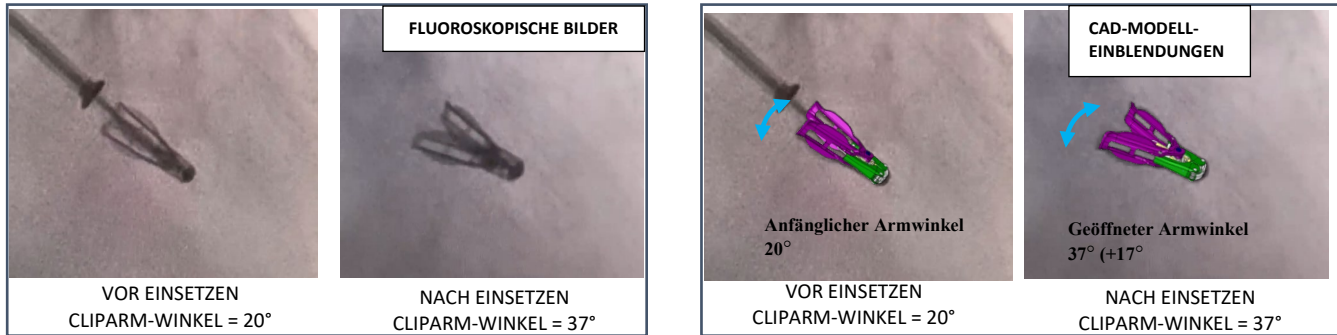

Abbildung 1: Fluoroskopische Bilder eines sich öffnenden verriegelten Clips bei der Freisetzung (links) mit überlagerter CAD-Modell-Einblendung (rechts).
- Das Öffnen des Clips bei geschlossener Verriegelung "Clip Opening While Locked (COWL)" beschreibt die Vergrößerung des Cliparmwinkels nach der Freisetzung. In diesen Fällen beobachtet der Benutzer ein Verrutschen in der Verriegelung, wodurch sich der Armwinkel gegenüber dem Winkel bei der Freisetzung um mehr als 10 Grad verändert. Diese Veränderung des Armwinkels nach der Freisetzung lässt sich durch Fluoroskopie feststellen (siehe Beispiel in Anhang A, Abbildung 1).
Ein Beispiel eines sich um 17 Grad öffnenden Clips zeigt Abbildung 1.